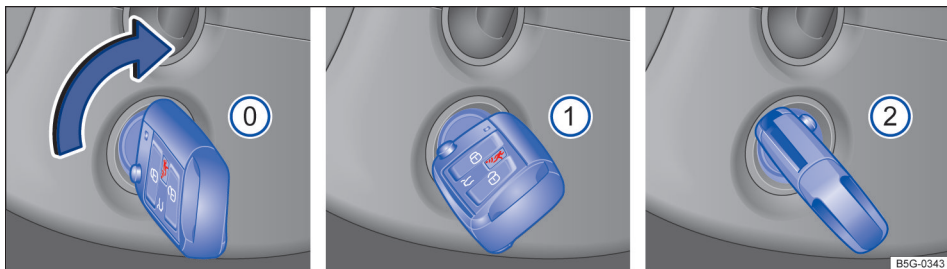

Fig. 99 Ao lado do volante à direita: posições da chave do veículo no cilindro da ignição.
Posições da chave do veículo → Fig. 99
- ① Ignição desligada. A chave do veículo pode ser retirada.
- ② Ignição ligada. O bloqueio da direção pode ser destravado.
- ③ Pisar no pedal do freio quando a lâmpada de controle verde  acender. Ligar o motor. Quando o motor pegar, soltar a chave da ignição. Ao soltar, a chave do veículo retorna à posição → Fig. 99 ①.
- *Veículos com cilindro da ignição*: girar a chave do veículo na posição → Fig. 99 . A ignição está ligada.
- *Veículos com cilindro da ignição*: girar a chave do veículo no cilindro da ignição na posição → Fig. 99  – não acelerar. Quando o motor começar a funcionar, soltar a chave do veículo no cilindro da ignição.
Se o motor não der partida, nunca utilizar o motor de partida com a marcha engatada e com a chave do veículo na posição → Fig. 99  para conduzir ou puxar, por exemplo, se o tanque de combustível estiver vazio. O motor de partida pode ser danificado.
- **Veículos com cilindro da ignição:** girar a chave do veículo no cilindro da ignição na posição → Fig. 99